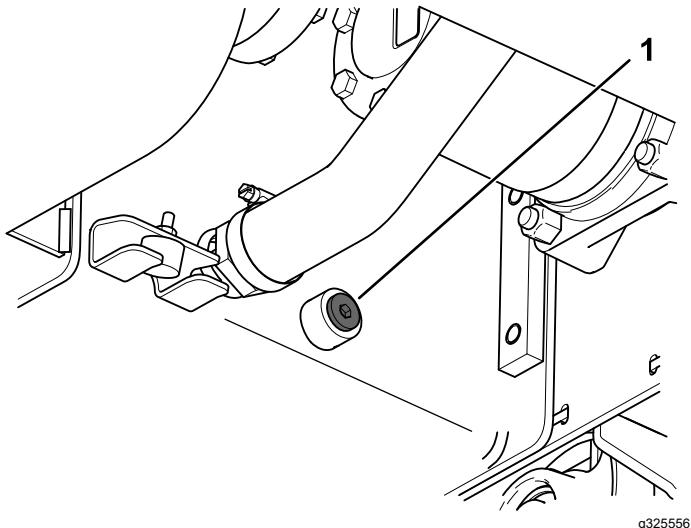

Figura 63
9. Retire o tampão de escoamento e deixe o fluido escorrer para o recipiente (Figura 63).
- A. Retire os dois parafusos e porcas que prendem a lança ao braço do abre-valas (Figura 63).